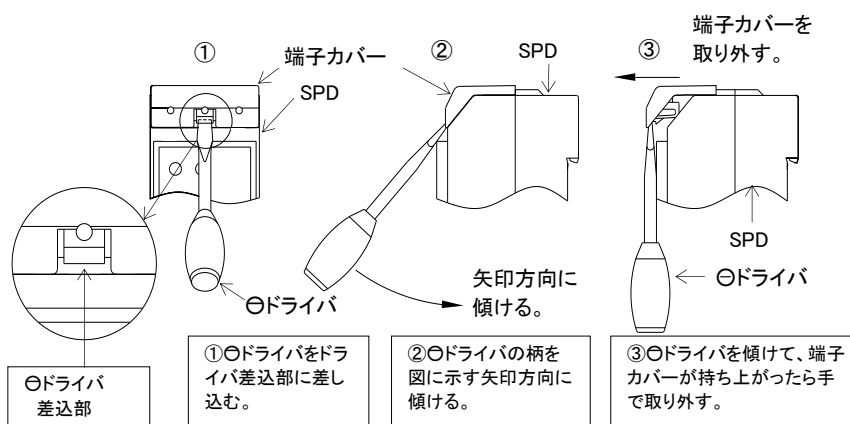

図4. 端子カバー取り外し方法
(2) 取外しは図4に示す様に、工具を使用して行い、端子カバーが持ち上がった手で取り外してください。取り外し方法はL側、E側共に同じです。